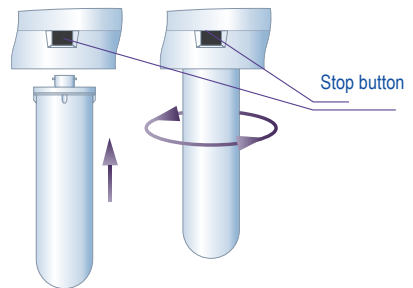

Fig. 6
7. Replacement of modules. See Fig. 6